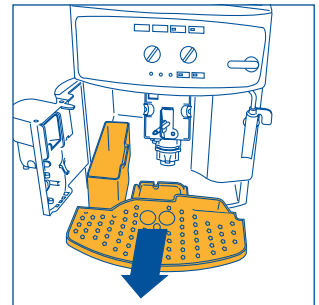

Abb. 16
**HINWEIS 7:** Die Kaffeemaschine zählt die Anzahl der abgegebenen Kaffees. Alle 14 einzeln (oder 7 paarweise) zubereitete Kaffees, leuchtet die Kontrollanzeige ☹ konstant auf (siehe Kap. 12 Punkt 3), um anzuzeigen, dass der Kaffeesatzbehälter voll ist und entleert sowie gereinigt werden muss. Solange der Kaffeesatzbehälter nicht gereinigt wird, bleibt die Kontrollanzeige eingeschaltet, und es kann kein Kaffee zubereitet werden. Zur Reinigung, die Serviceklappe durch Ziehen am entsprechenden Griff auf der Vorderseite öffnen (Abb. 15); daraufhin schaltet sich die blinkende Kontrollanzeige △ ein (siehe Abschn. 12 Punkt 9); dann die Abtropfschale entnehmen (Abb. 16), entleeren und reinigen. Entleeren und reinigen Sie sorgfältig den Kaffeesatzbehälter, wobei darauf zu achten ist, dass alle sich auf dem Boden abgelagerten Rückstände beseitigt werden. Trocknen Sie zudem die eventuell in der Maschine unter der Abtropfschale sich angesammelten Kondenswassertropfen ab.
- Die Abtropfschale und den Kaffeesatzbehälter entnehmen (Abb. 16) und reinigen;